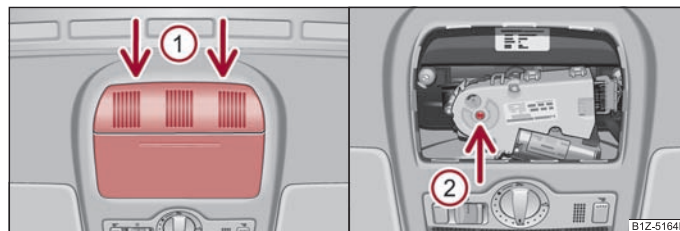

Fig. 36 Imagine din plafon: Puncte de amplasare a șurubelniței - stânga / Acționarea în caz de urgență - dreapta
- Așezați o șurubelniță cu capătul plat în partea din spate a capacului pentru mecanismul electric, în locul săgeții ① ⇒ pagina 48, fig. 36.
- Introduceți o cheie hexagonală nr. 4, până la limită, în orificiu ② ⇒ pagina 48, fig. 36, și închideți sau deschideți trapa/plafonul glisant.